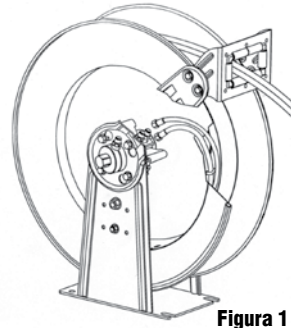

Figura 1
2. Encamine las mangueras de salida a través del soporte guía (figura 1).